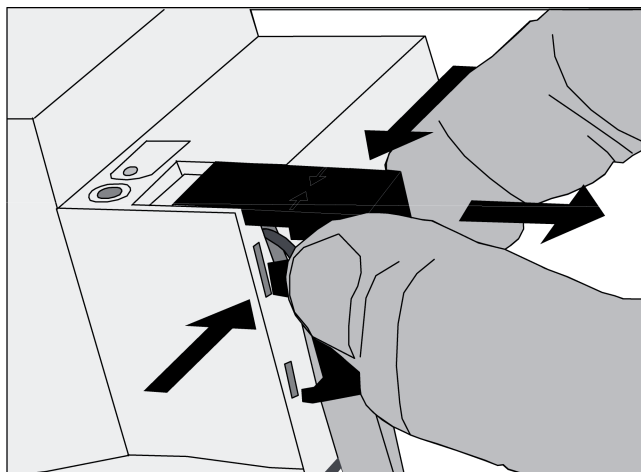

Рисунок 6: Снятие защитной крышки
- Надавить на защитную крышку сбоку и снять ее (рисунок 6).